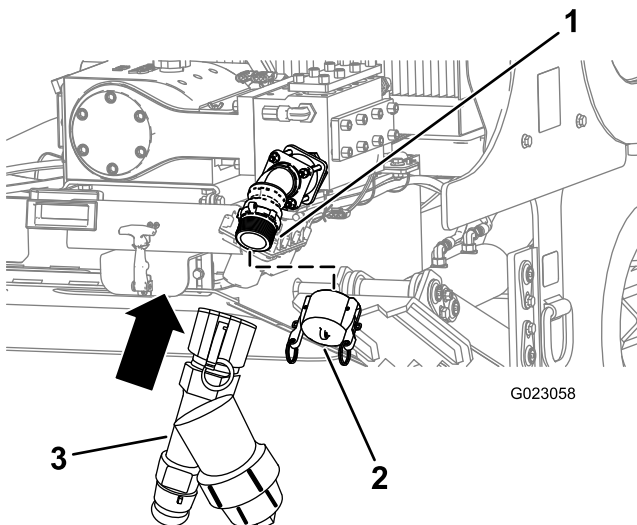

Bild 48
1. Nehmen Sie den Pumpenzulaufdeckel ab (Bild 48).
2. Fluchten Sie das Y-Sieb mit dem Gewinde an der Pumpe aus (Bild 48).